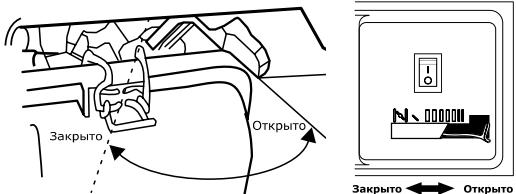

Рис. 12 Выключатель зажигания
8. Установите кнопку запуска / ключ зажигания в положение «ВКЛ» (**рис. 12**).